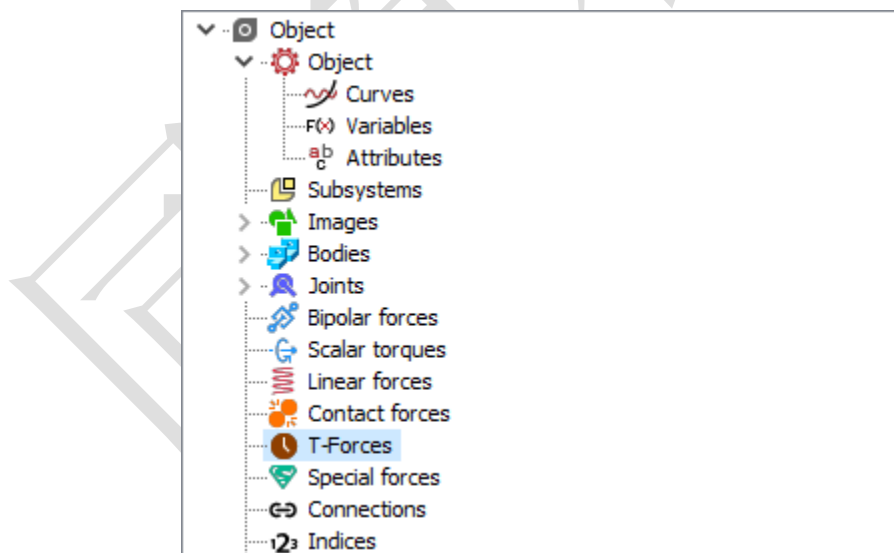

图 3.14 添加 T-force
3. 添加一个 **T-force**，如图 3.14 所示。